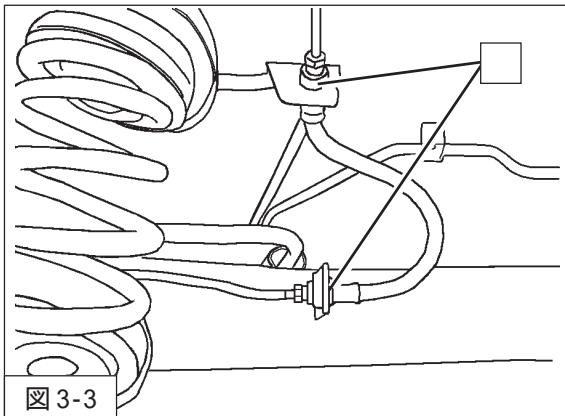

図3-3
5. ブレーキホースクリップを取外してください。(図3-3)